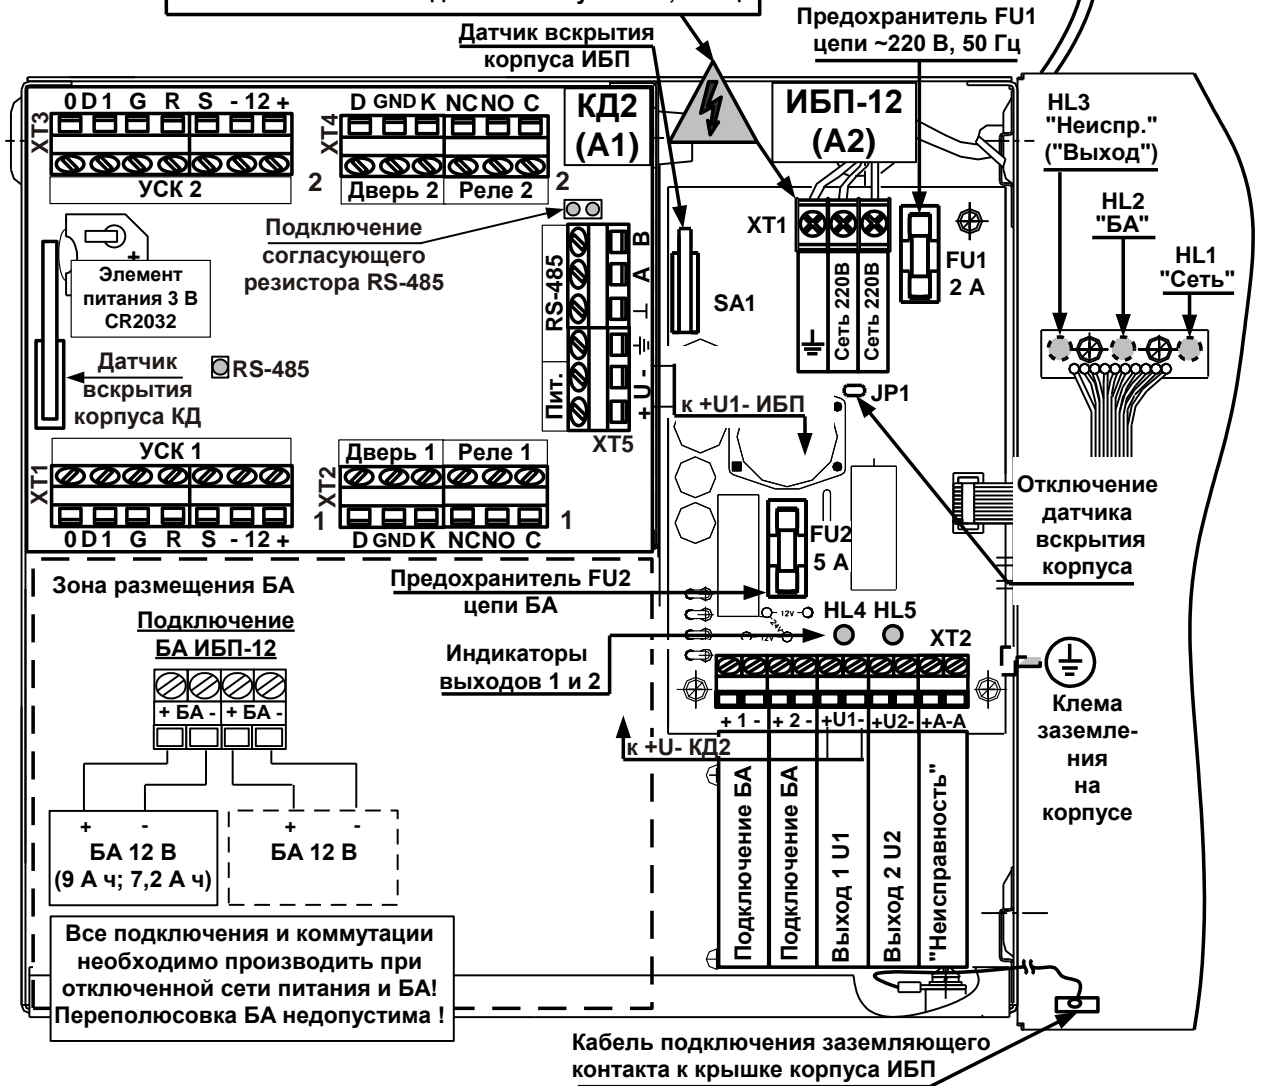

Рисунок 10 – Внешний вид КД2 исп. 1 в сборе
- подать питание ИБП-12 на КД2 см. Рис. 10, соединив проводниками Выход 1 ИБП-12 + U1 с клеммами КД2 + U -, соблюдая полярность подключения.